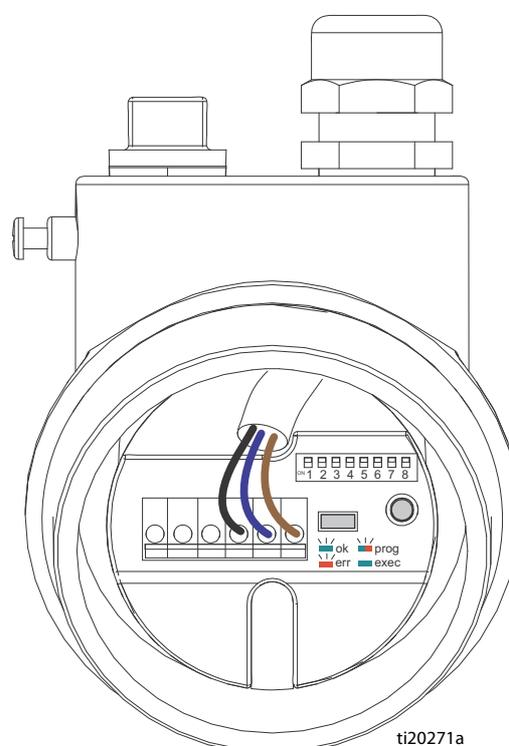

рис. 16. Головка датчика уровня, вид сверху
- b. См. рис. 16. Переведите микропереключатель № 8 в положение ВКЛЮЧЕНИЯ/1. Выполните это действие для микропереключателя № 7, затем № 6 и затем № 4. Индикатор на датчике уровня будет мигать красным и зеленым цветом.